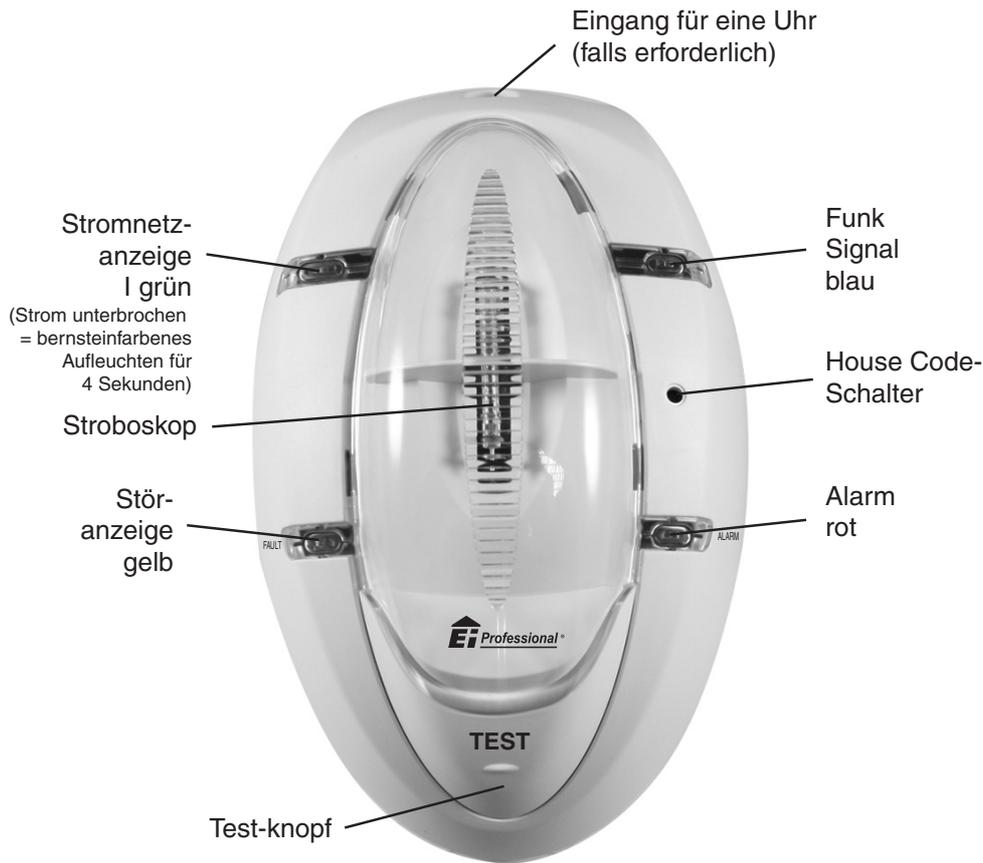

Abbildung 4
3.1.2 Drücken Sie den House Code-Schalter auf allen Elementen – die Lage der Schalter finden Sie in den Betriebsanleitungen beschrieben. Auf dem Stroboskop-Modul wird der House Code-Schalter mit Hilfe eines kleinen Schraubenziehers (oder einem ähnlichen Werkzeug mit einem oberen Durchmesser von weniger als 3mm) über die Zugangsöffnung auf dem oberen Teil des Elements gedrückt – vergleiche Abbildung 4.
Prüfen Sie die Blinklichter auf dem Modul wie folgt (siehe Abbildung 4)
„Uhreingangsbuchse“: Ein geeignetes Weckrufsignal (mit einem AC oder DC output von 5 bis 24 Volt – elektrisch von der Stromnetzversorgung isoliert) kann über einen 3,5 mm Mono-Klinkenstecker mit dieser Eingangsbuchse verbunden werden (siehe Abbildung 4) Wenn der Wecker Alarm auslöst, schaltet sich das Vibrationskissen dauerhaft ein (d.h. ohne zu pulsieren), um die Person aufzuwecken, ohne dabei jedoch das eingebaute Stroboskop oder die zusätzlichen Ausgänge zu aktivieren. So weiss der Nutzer, dass es sich um einen Weckruf und nicht um ein Feuer handelt. Deshalb benötigt der Nutzer anstatt zwei Vibrationskissen (eines für den Feueralarm und eines für den Wecker) nur eines unter seinem Kopfkissen oder der Matratze.